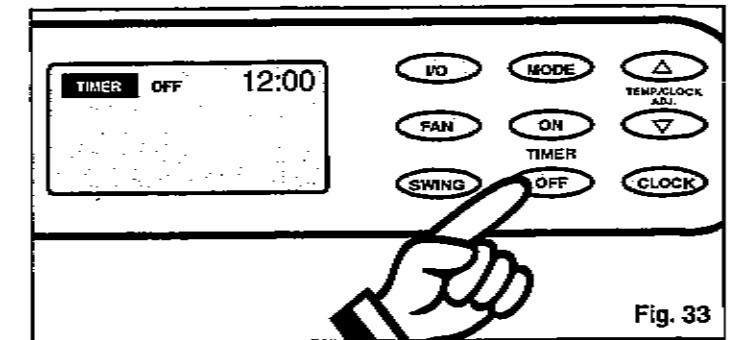

Fig. 33
2) Appuyez sur la touche **TIMER OFF** pour initialiser la séquence d' **ARRÊT AUTOMATIQUE**. Fig. 33.